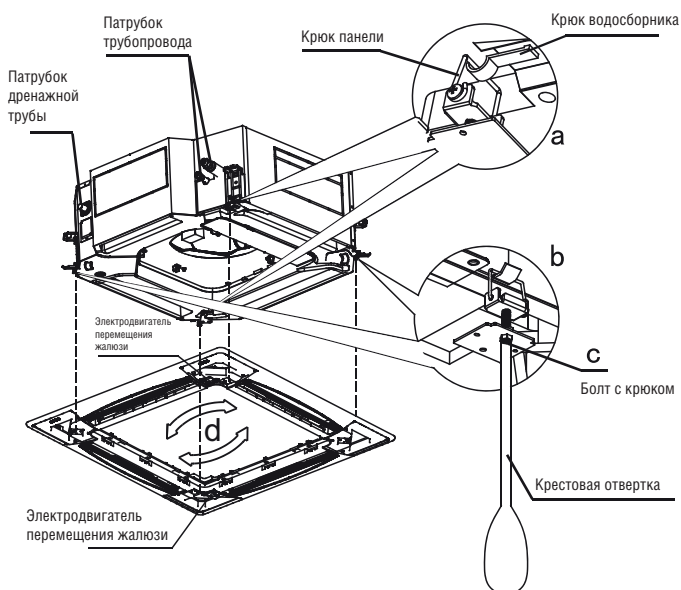

Рисунок 4-13
- Скрепите скобы на панели со стороны электродвигателя перемещения жалюзи с противоположной стороны с соответствующими скобами поддона для сбора конденсата (См. рис. 4-13 а). Затем прикрепите две другие скобы панели, соединив их с крюками корпуса. (См. рис. 4-13 б).
- Поворачивая винты на креплениях панели, придайте ей строго горизонтальное положение, и прикрепите панель к подвесному потолку (см. рис. 4-13 с).
- Слегка подвигайте панель в направлениях, отмеченных стрелками (рис. 4-13 d), совмещая центр панели с центром отверстия в подвесном потолке. Убедитесь, что винты по углам панели обеспечивают надежное крепление.